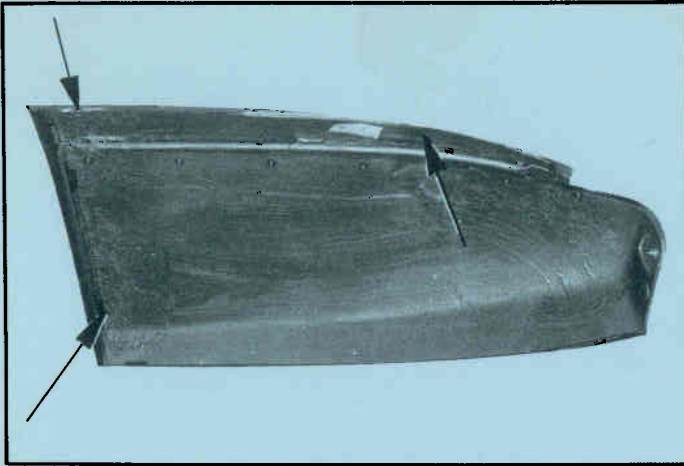

Fig. 27
4. De achterspatschermen (afb. 27)